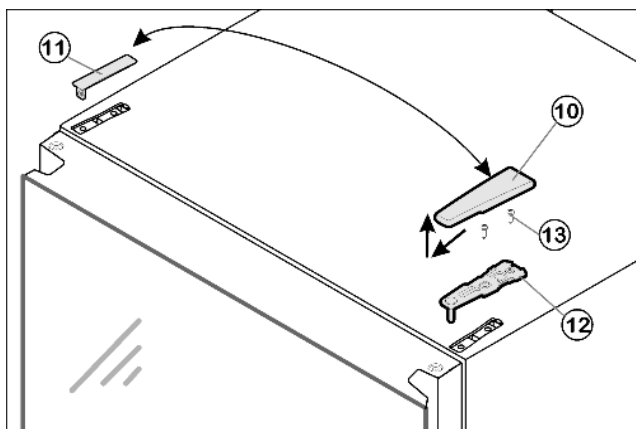

Рис. 8
- ▶ Потяните защитную крышку вперед и вверх Рис. 8 (10).
- ▶ Снимите защитную крышку Рис. 8 (11).
- ▶ Отвинтите опорную деталь Рис. 8 (12) (2 раза Torx 25) Рис. 8 (13) и потяните вверх.
- ▶ Вставьте опорный кронштейн *Рис. 8 (12)* на противоположную сторону.
- ▶ Прикрутите верхний кронштейн (4 Nm) (2 раза Torx 25) *Рис. 8 (13)*. Выдавите отверстия, используя шуруповерт.
- ▶ Переставьте крышку *Рис. 8 (11)* и крышку *Рис. 8 (10)* на противоположную сторону.